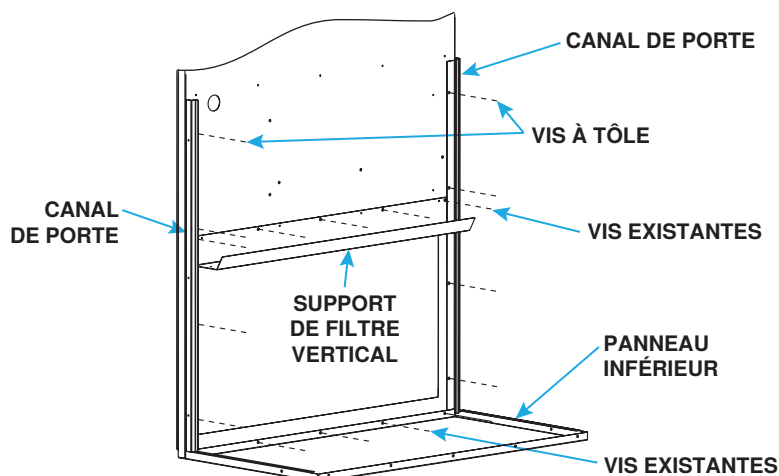

Figure 12. Installer le panneau inférieur et le support de filtre vertical
1. Installez deux canaux de porte, un support de filtre vertical et un panneau inférieur tel qu'illustré à la **Figure 12** :